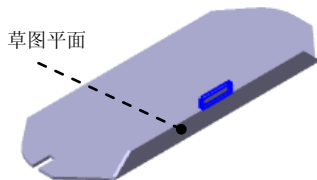

图 3.6.8 平板 3
(5) 定义弯边属性及参数。单击“弯边选项”按钮，取消选中 ☐ “使用默认值”复选框，在其“折弯半径 (R)”文本框输入值 0.5，然后单击按钮。
(6) 单击按钮，完成特征的创建。
Step4. 创建图 3.6.8 所示的平板特征 3。
(1) 选择命令。单击“主页”功能选项卡“钣金”工具栏中的“平板”按钮。
(2) 定义特征的截面草图。
① 选取草图平面。选取图 3.6.8 所示的模型表面为草图平面。